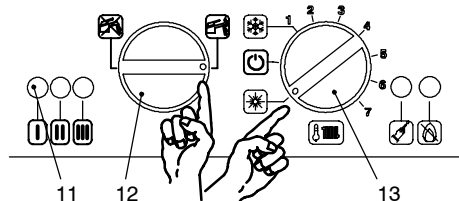

fig. 2.3
- 4 Ruotate il selettore 13 e la manopola 12 come in fig. 2.3; la lampada di segnalazione 11 lampeggia ad intermittenza circa ogni secondo.